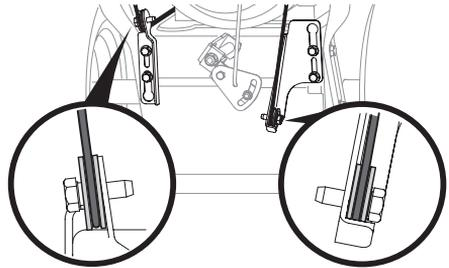

Figure 3
4. Regardez à l'arrière de la souffleuse à neige, vers le bas et vérifiez que les deux câbles (si votre appareil est équipé d'une poire d'amorçage) sont bien installés sur les poulies. Voir Figure 3.